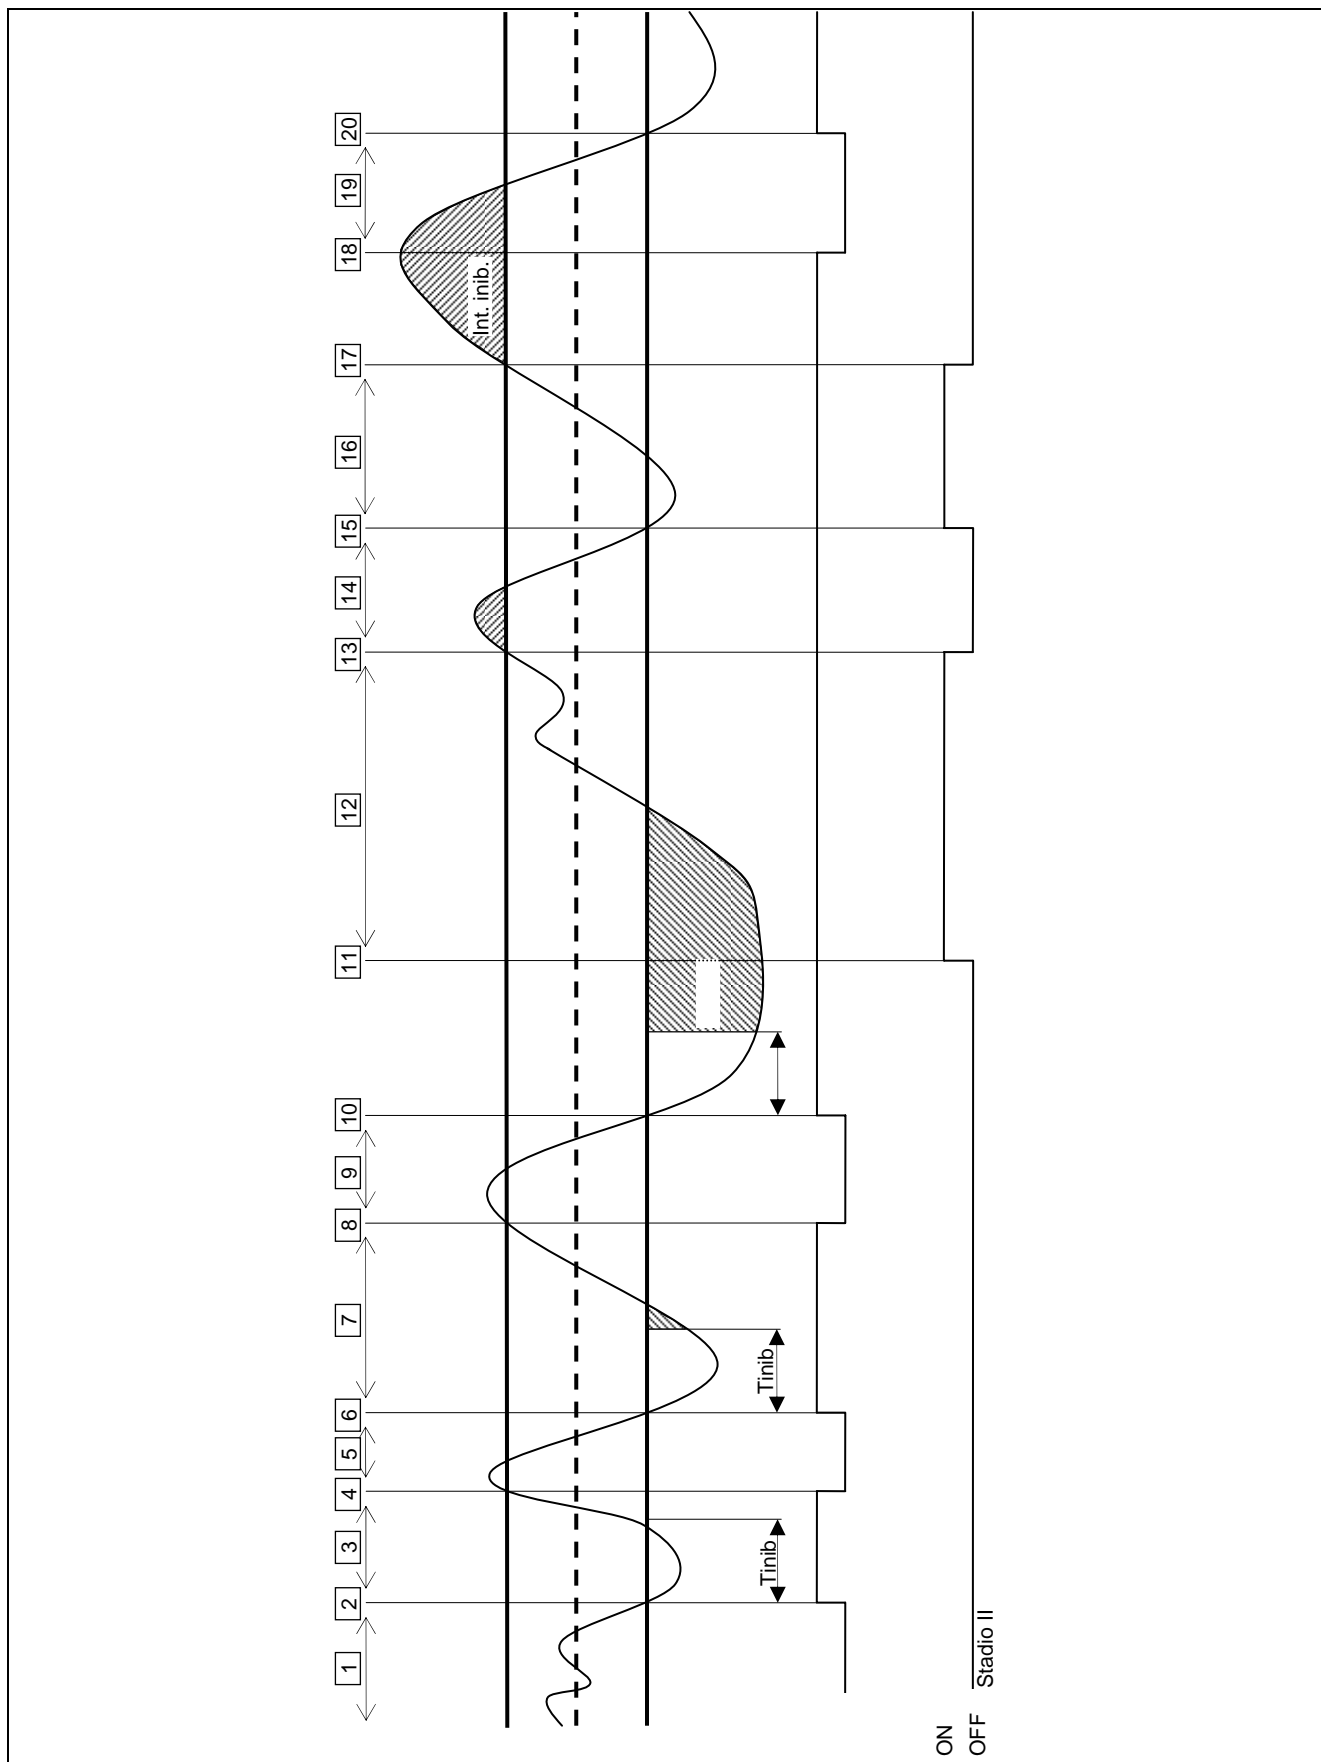

Figura 16
Nel seguito viene illustrato l'algoritmo di regolazione tramite un esempio di evoluzione nel tempo della temperatura dell'acqua; si assume che il sistema sia costituito da due stadi appartenenti ad un'unica categoria e che la condizione iniziale sia con macchine tutte spente e temperatura dell'acqua entro la fascia differenziale. Nella descrizione seguente fare riferimento alla Figura 16.
- A. **Zona 1 del grafico di Figura 16:** finché la temperatura dell'acqua rimane entro la fascia differenziale centrata intorno al setpoint, il regolatore mantiene tutte le macchine spente.
- Uno stadio bloccato viene sbloccato (e acceso) se l'area che rappresenta il deficit di energia, calcolata a partire dalla scadenza del "**tempo di inibizione**", raggiunge il valore "**integrale di abilitazione**" (Figura 16).
Per ogni categoria è presente questo ulteriore parametro. Esso permette di definire il tempo minimo di accensione di ogni stadio della categoria ed ha lo scopo di evitare che le macchine vengano mantenute accese per un tempo troppo breve, con impatto negativo sul rendimento delle stesse. In pratica, quando un stadio viene acceso, esso può essere spento solo dopo che è trascorso il **“tempo minimo di accensione”**, indipendentemente dalle regole dell’algoritmo di regolazione descritte nel relativo paragrafo; ad esempio, con riferimento alla Figura 16, se l’intervallo di tempo tra i punti 2 e 4 fosse inferiore al **“tempo minimo di accensione”**, lo spegnimento del primo stadio non avverrebbe nel punto 4, ma più tardi, allo scadere appunto del **“tempo minimo di accensione”** calcolato a partire dal punto 2. È evidente che l’utilizzo di un valore troppo elevato di questo parametro può portare ad una cattiva regolazione, in quanto il rispetto del tempo minimo di accensione provocherà violazioni frequenti e consistenti delle regole del normale algoritmo; per contro, un valore troppo basso permetterà accensioni di breve durata delle macchine, a scapito del rendimento.